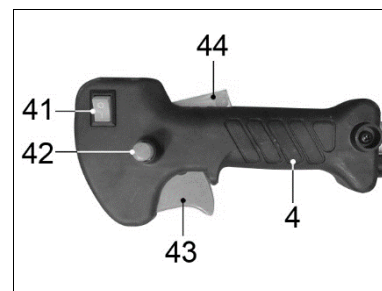

Рисунок 14.
управления дроссельной заслонкой (43) должен зафиксироваться в нажатом положении. (Рис. 14).
7.4.5. Крепко удерживайте триммер за рукоятку управления (4) и (8).